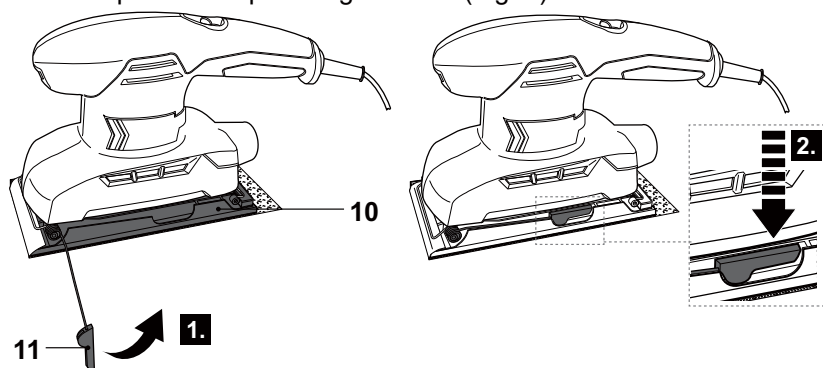

Fig. 6
- > Suba a alavanca de fixação (11) ao longo da placa base (10) e depois, pressione-a para baixo para enganchá-la (Fig. 6).